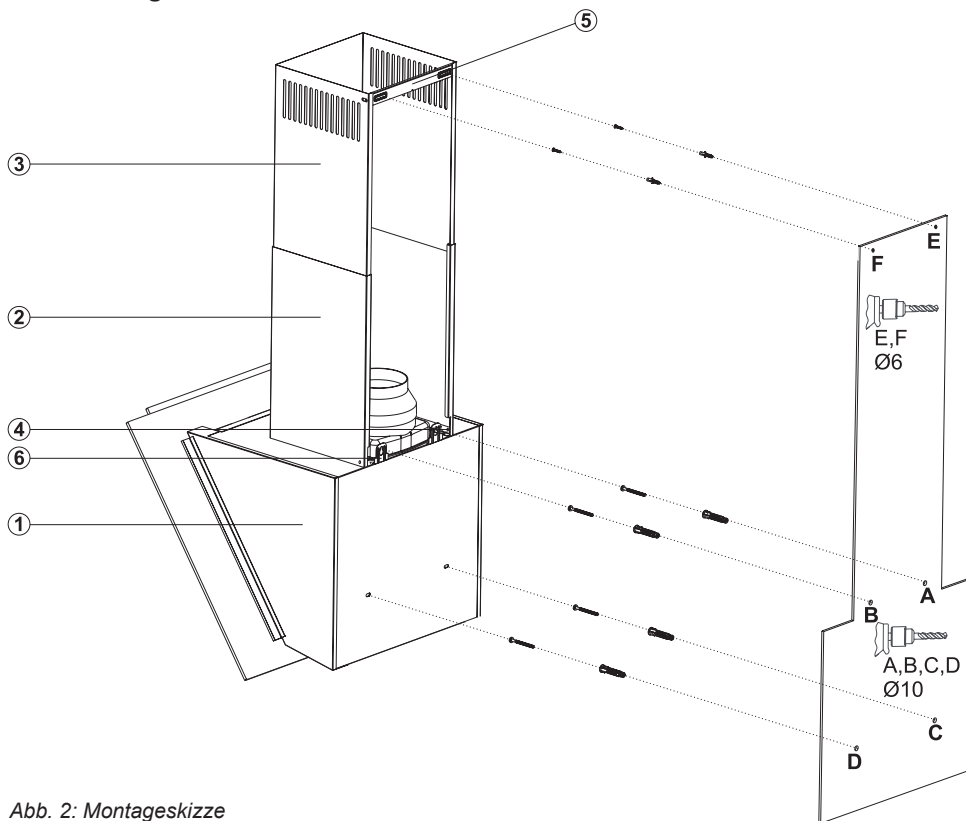

Abb. 2: Montageskizze
Der Elektroanschluss erfolgt an eine Steckdose, die meistens hinter dem Grund- oder Teleskopschacht (\Leftrightarrow Abb. 2) positioniert wird.
- Löcher der Befestigungspunkte A, B, C und D bohren, Dübel einsetzen und die Schrauben an den Punkten A+B zu $\frac{3}{4}$ eindrehen (⇒ Abb. 2). Die Montagelaschen oben hinten am Haubenkörper herausziehen und festschrauben.
Grund- und Teleskopschacht (⇔ Abb. 2 S.14) werden nun montiert.